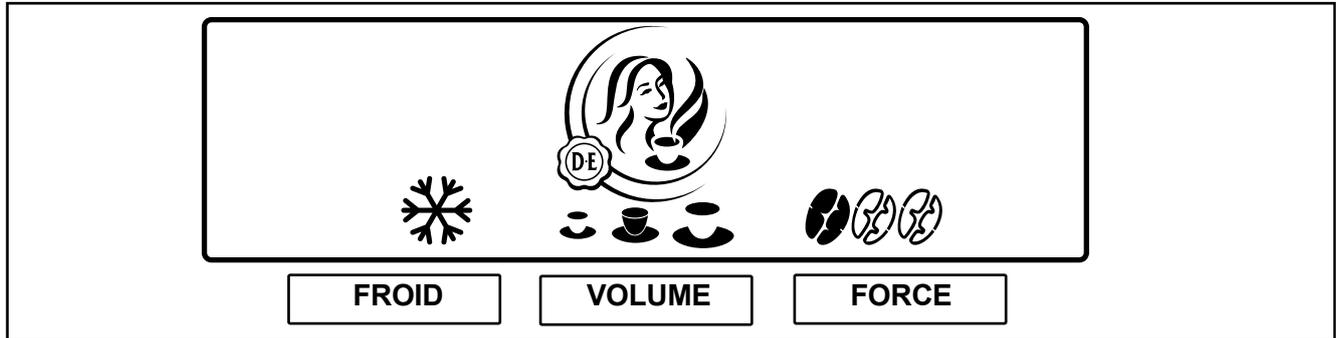

Fig. 15
Votre distributeur est équipé de possibilités de présélection. Il se pourrait que le technicien du service après-vente ait activé une de ces possibilités de présélection lors de l'installation. L'actionnement des touches de présélection lance l'affichage des possibilités de présélection ci-après (fig. 15) :
2. Appuyez sur la touche de présélection « FROID » pour activer ce choix. Le pictogramme pour « FROID » s'affiche (fig. 15).
2. Appuyez sur la touche de présélection « VOLUME » pour activer ce choix. L'affichage affiche trois tasses (petite - moyenne - grande) (fig. 15).